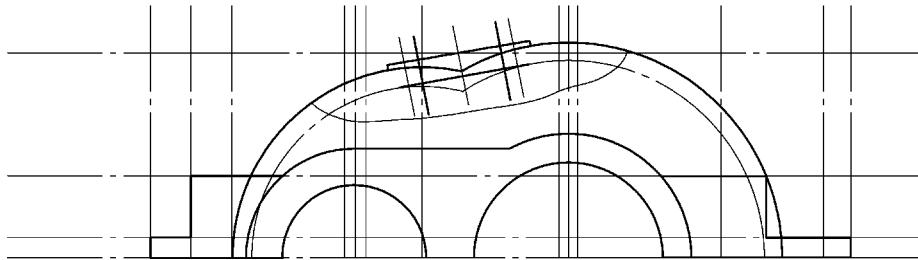

图 11-59 绘制波浪线
8) 切换至【细实线】层，绘制波浪线，如图 11-59 所示。